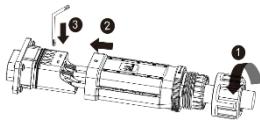
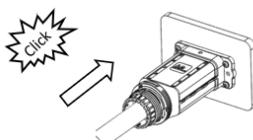

Fig. 11: Conectar os fios
Fig. 12: Colocar a cobertura
- 1 Passar o cabo configurado pela porca e cobertura (Fig. 11 Pos. 1 e 2) e fixá-lo de acordo com a sequência dos cabos no suporte de contacto (Fig. 11/Pos. 3) com a chave Allen fornecida [KA_3 / 4,0 Nm].
- 2 Puxar a cobertura (Fig. 11. Pos 3) por cima do conector até que o orifício na cobertura esteja visível (Fig. 12).